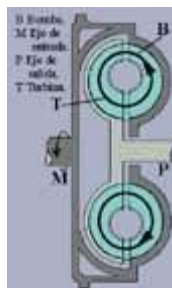

Fig. 24
**Régimen de revoluciones alto (fig. 24)**